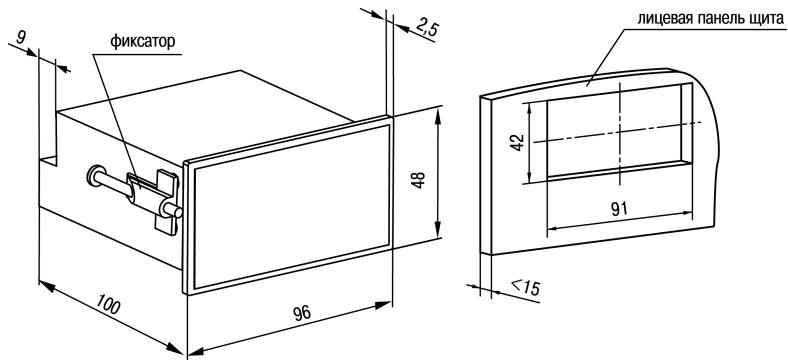

Рисунок 4.4 – Габаритные размеры корпуса Щ2
1. Подготовить на щите управления место для установки прибора (см. *рисунок 4.4*).